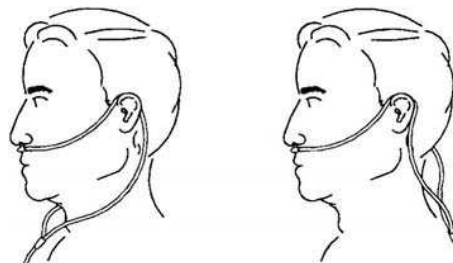

FIGURE 5.1 Positionnement de la canule
REMARQUE : Pour cette procédure, se reporter à la FIGURE 5.1.
5. Placer la canule sur les oreilles et positionner ses emboutes dans les narines conformément aux instructions du fabricant de la canule ou du prestataire de soins médicaux. Se reporter à la FIGURE 5.1.